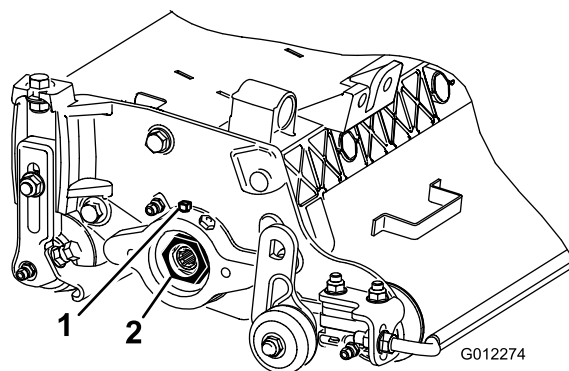

Figura 10
- A. Allentate la vite di arresto esterna che fissa il dado di regolazione dei cuscinetti all'alloggiamento dei cuscinetti sul lato sinistro dell'apparato di taglio (Figura 10).